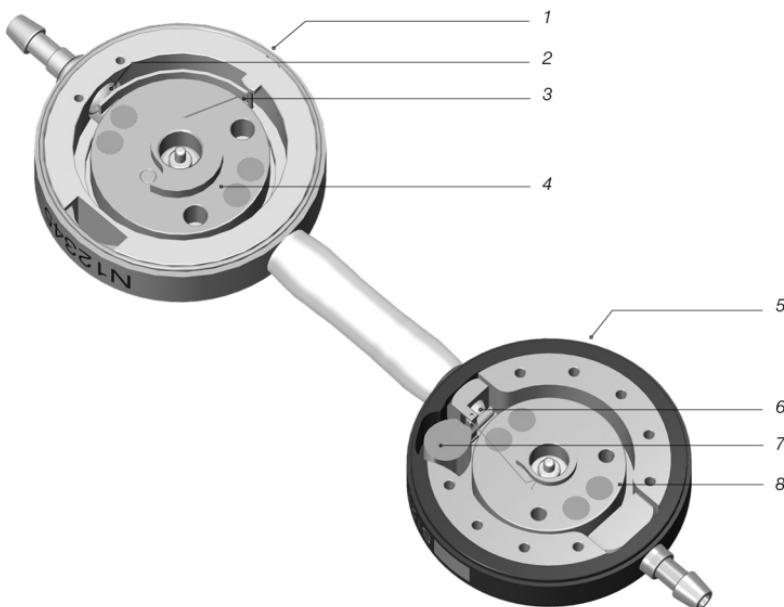

Fig. 1: Tverrsnitt av M.blue plus
M.blue plus er en ventil som er laget av titan. Den består av en justerbar differensialtrykkenhet og en gravitasjonsenhet (heretter også kalt proGAV 2.0) og en justerbar gravitasjonsenhet (heretter også kalt M.blue) (fig. 1). Den justerbare differansetrykkhenheten i den proximale delen av ventilen (1) består av et stabilt titankabinett der en proximal del av en påvist kulekonus-ventil (2) er integrert. En stavfjær (3) bestemmer åpningstrykket til denne enheten. Ved hjelp av en roterbar lagret rotor (4) kan forspenningen til fjærene og dermed ventilaåpningstrykket justeres gjennom huden.